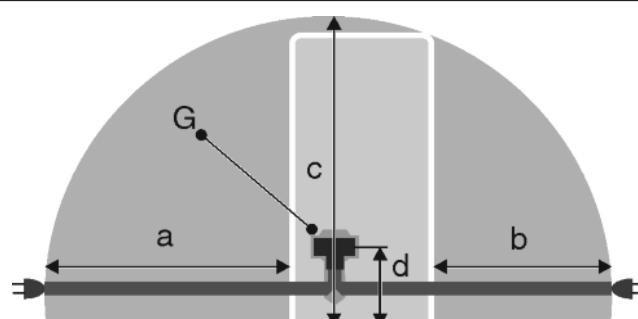

Fig. 20
- Розетка знаходитьться за межами зони задньої стінки пристрою у заданому діапазоні Fig. 20 (a, b, c).
- Штекер пристрою Fig. 20 (G) вставити на задній стінці пристрою. Слід звернути увагу на належну фіксацію.